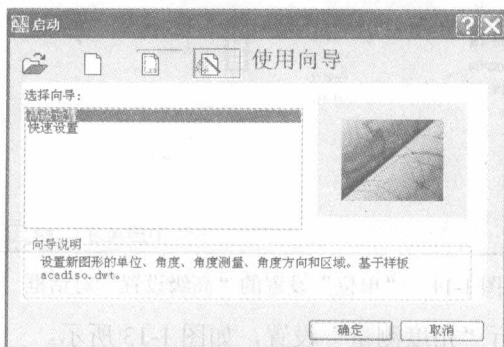

图 1-8 “启动”对话框
- ① 在命令行输入“STARTUP”命令，按〈Enter〉键。
- ② 命令行提示：输入 STARTUP 的新值<0>：输入“1”，按〈Enter〉键。
- ③ 重新启动 AutoCAD 2008，系统会首先打开“启动”对话框，如图 1-8 所示。
单击此图标, 在对话框的“选择向导”列表框中列出两个选项: “高级设置”和“快速设置”, 如图 1-8 所示。下面着重介绍“使用向导”的操作。